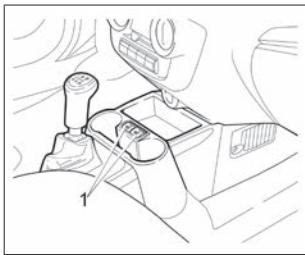

Рис. 10. Выключатели обогрева
**В вариантом исполнении** передние сиденья оборудованы электрическими подогревателями, которые включаются при работающем двигателе выключателями **1** (рис. 10).